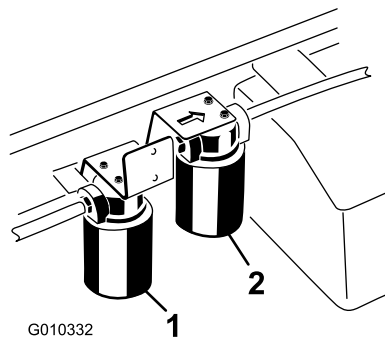

Bild 73
3. Stellen Sie eine Auffangwanne unter den Filter und entfernen den Filter (Bild 73).
1. Reinigen Sie den Anbaubereich des Hochflussfilters (Bild 73).